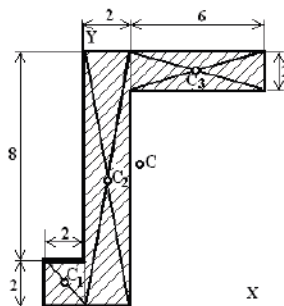

Рис.4
2. Укажем на рис. 4 центры тяжести каждого прямоугольника (на пересечении его диагоналей). Вычислим их площади: